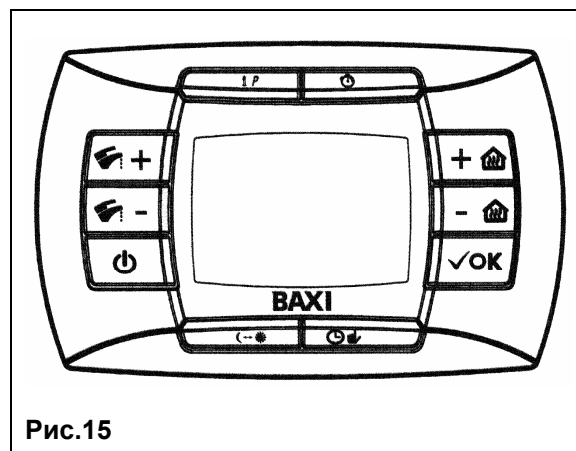

Рис.15
- нажать и держать нажатой кнопку  и затем нажать  (см. рис. 15).